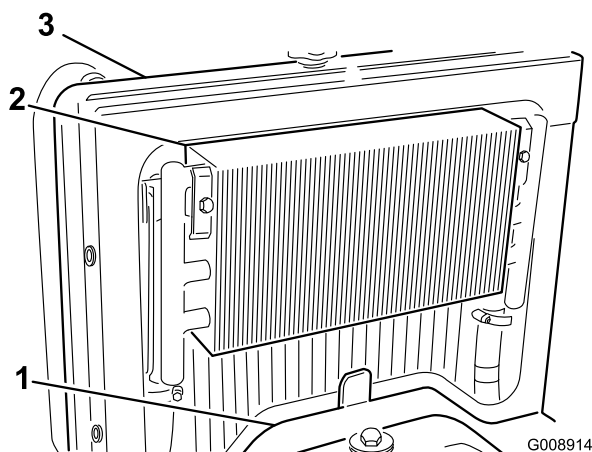

Figura 52
2. Retire o painel de acesso (Figura 52).